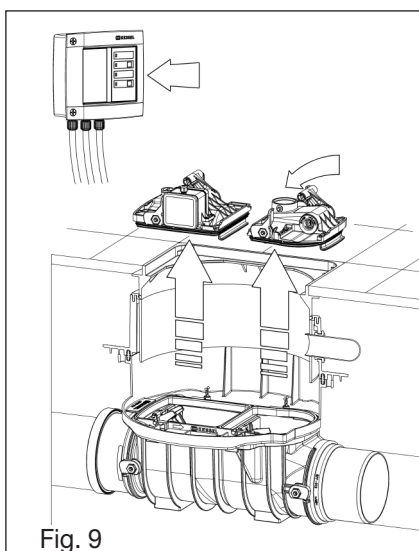

Fig. 9
- ① Contrôler si les joints et les portées de joint sont en bon état ; si nécessaire, procéder à l'échange des joints (voir figures 9 à 11)
- ② Contrôler la mécanique des organes d'étanchéité mobiles, si nécessaire, les graisser à nouveau
- ③ Vérifier l'étanchéité de la fermeture de l'installation en exécutant un contrôle de fonctionnement (voir chapitre 4.3)
- ④ Contrôle et nettoyage de la sonde électrique (voir point 4.4)